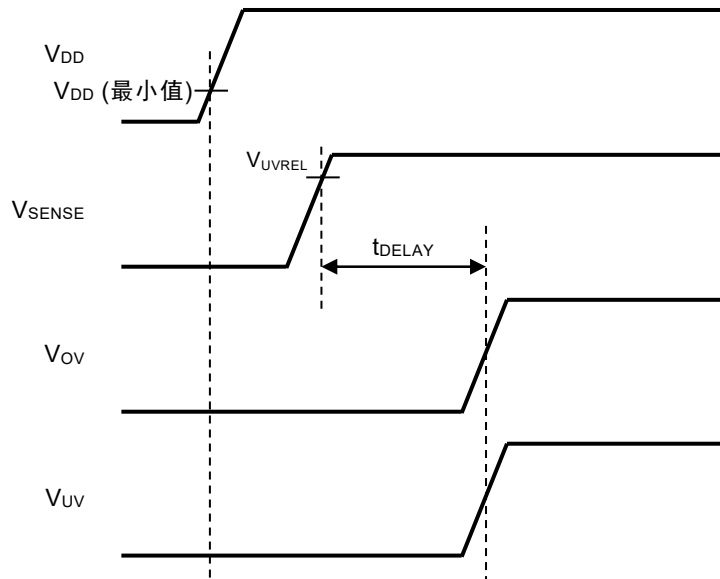

图20
- (1) 按VDD端子、SENSE端子的顺序接通 (参阅图20)
- (2) VDD端子和SENSE端子同时接通